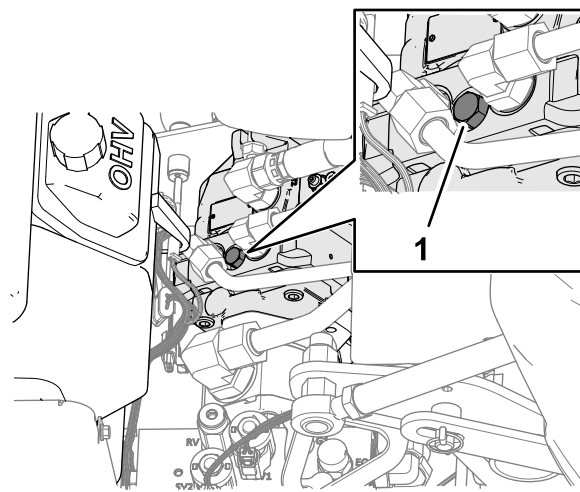

Figura 129
**Nota:** La posizione della copertura della valvola di bypass è mostrata nella Figura 129.